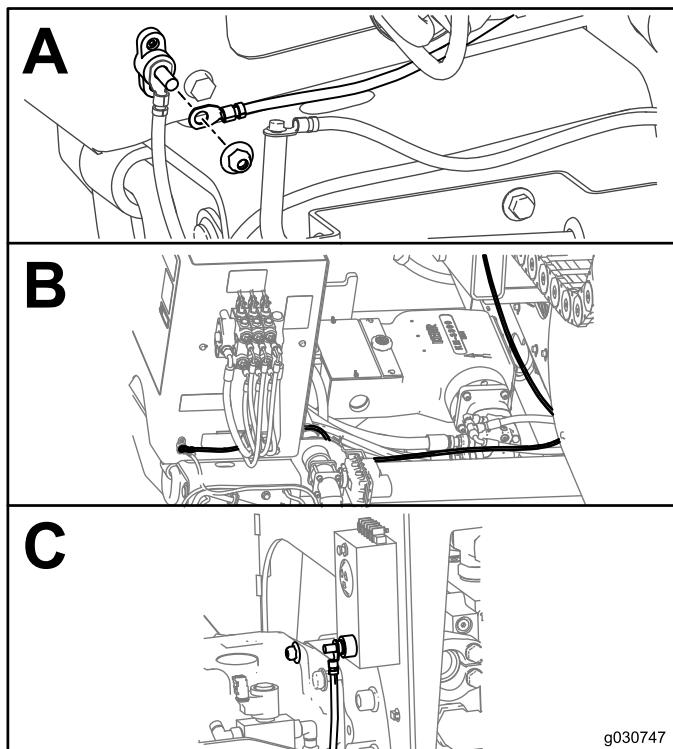

Figura 8
3. Conecte el cable de la alerta de impacto a la caja de empalmes con una tuerca con arandela prensada (3/8"), como se muestra en el cuadro A de la Figura 8.
4. Enrute el cable de la alerta de impacto como se muestra en el cuadro B de la Figura 8.
5. Conecte el cable de la alerta de impacto a la máquina con una tuerca de arandela prensada (3/8"), como se muestra en el cuadro C de la Figura 8.